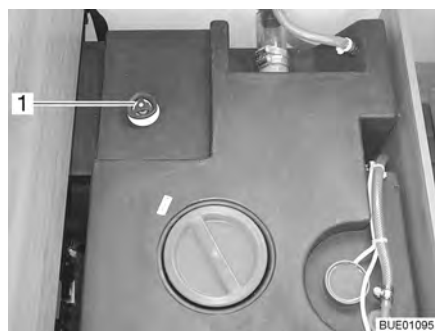

Fig. 203 Serbatoio dell'acqua con maniglia girevole
- Sul serbatoio dell'acqua ruotare la maniglia girevole (Fig. 203,1) in senso antiorario, oltre la resistenza verso l'esterno fino all'arresto, per aprire completamente l'apertura di scarico.